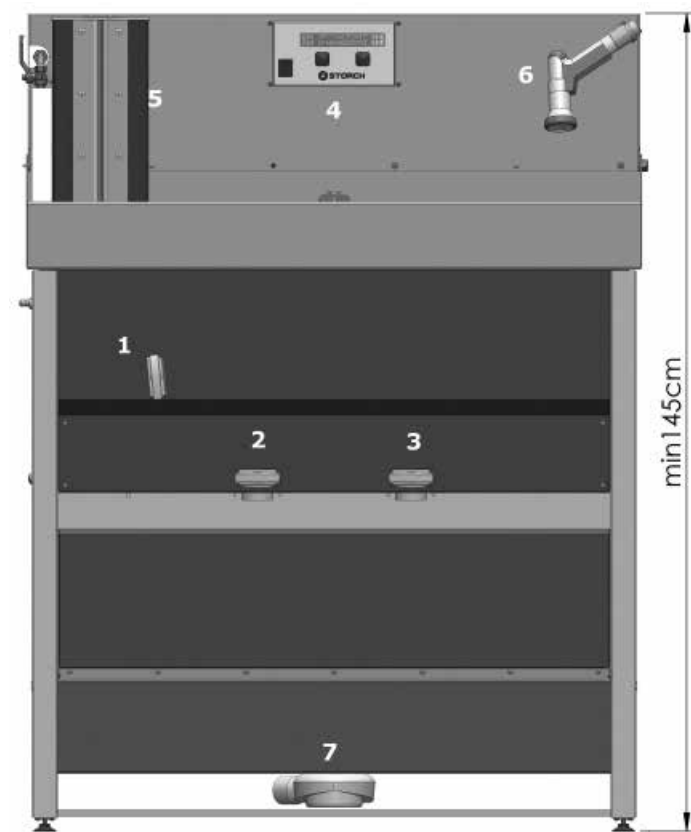

Fig. 1
Après avoir positionné l'appareil, l'écoulement fourni (7) fig. 1, 2 est raccordé à la conduite d'évacuation existante du client. Hauteur de l'écoulement du client max. 100 mm
- Nettoyage des outils / bidons avec la douchette fournie (6) fig. 1
- Nettoyage des rouleaux dans le TurboWash (fourniture avec le kit ColorFree TOP) (5) fig. 1, 2, 5, 6
- Mettre l'installation en service avec le bouton marche/arrêt de la commande (4) fig. 1
cela peut survenir lorsque le niveau d'eau est trop bas dans le bac de réaction. De l'air servant à la flottaison des flocons est ajouté pendant la procédure de floculation. Dans cette situation, ne pas ouvrir l'extraction d'eau claire après la floculation (1) fig. 1, mais actionner uniquement le processus « Eau écoulée », puis ouvrir directement l'écoulement (2) fig. 1 ou (3) fig. 1, en fonction de ce qu'affiche la commande.